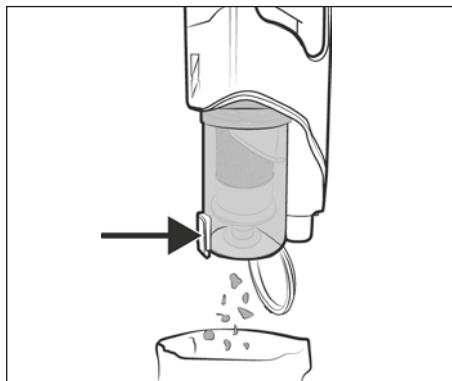

Fig. 17
- 2) Hold støvbeholderen ⑦ over en affaldsspand, og tryk på oplåsningsknappen til støvbeholderdækslet ⑧. Støvbeholderdækslet ⑨ åbner sig, og indholdet falder ned i spanden (se fig. 17). Luk derefter støvbeholderdækslet ⑨.